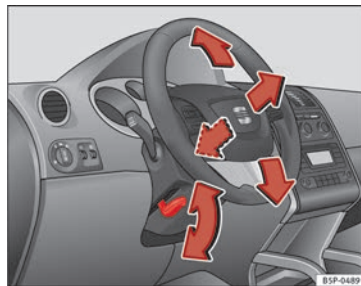

Fig. 3 Regolazione della posizione del volante.
- Abbassare la leva » fig. 3 che si trova sotto il piantone dello sterzo » ⚠.